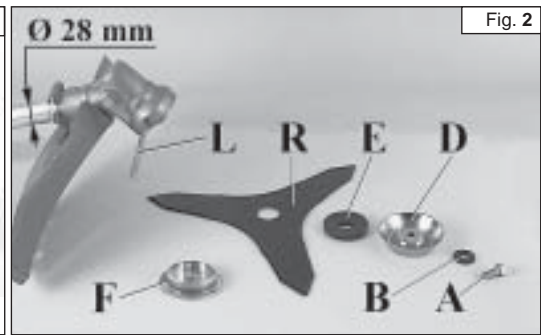

Fig. 2
MONTAGGIO DISCO MODELLI "S" (Fig. 2)
Montare la flangia inferiore (E), la coppa (D), la rondella (B) ed avvitare il bullone (A) in senso antiorario. Inserire il perno in dotazione (L), nell'apposito foro (Fig. 2) per bloccare il disco e permettere il serraggio del bullone (A, Fig. 2) a **2.5 kgm (25 Nm)**.
MONTAGE DU DISQUE MODELES "S" (Fig. 2)
Enfilez le goujon en dotation (L) dans le trou approprié (Fig. 2) pour pouvoir bloquer le disque et serrer le boulon (A, Fig. 2) à **2.5 kgm (25 Nm)**.
FITTING THE DISK "S" MODELS (Fig. 2)
Put the pin provided (L) in the appropriate hole (Fig. 2) to block the blade and allow the bolt (A, Fig. 2) to be tightened to **2.5 kgm (25 Nm)**.
MONTAGE DES SCHNEIDBLATTS "S" MODELLE (Abb. 2)
Um die Schraube (A) (**2.5 kgm/25 Nm**) festzuziehen (Abb. 2), den bei liegenden Stift (L) in die vorgesehene Bohrung (Abb. 2) einsetzen.
MONTAJE DEL DISCO MODELOS "S" (Fig. 2)
Introduzca el perno en dotación (L), en el orificio predispuesto (Fig. 2) para bloquear el disco y ajuste el tornillo (A, Fig. 2) a **2.5 kgm (25 Nm)**.
MONTAGE VAN HET MAAIBLAD "S" MODELLEN (Fig. 2)
Steek de meegeleverde blokkeerpen (L) in het daarvoor bestemde gat (Fig. 2) om het maaiblاد te blokkeren. Nnu kan men bout (A, Fig. 2) op moment vastdraaien (**2.5 kgm - 25 Nm**).
MONTAGEM DO DISCO MODELOS "S" (Fig. 2)
Desenrosque o perno no sentido aos ponteiros do relógio (rosca esquerda) (A). Tirar a anilha (B), o copo (D) e a falange inferior (E). Monte o disco (R) sobre a falange superior (F), verificando o bom sentido de rotação e a boa posição sobre o cubo (G). Monte o freio inferior (E), o copo (D), as anilhas (B) e aperte o perno (A) no sentido contrário aos ponteiros do relógio. Colocar a cavilha (L) no furo apropriado (Fig. 2) para poder bloquear o disco e trancar o parafuso (A, Fig. 2) a **2.5 Kg (25 Nm)**.